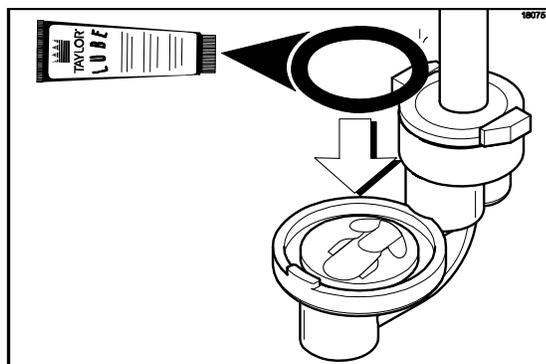

Figura 94
- Lubrique e instale la junta tórica de 1 5/16" en el cuerpo de la válvula. (Vea la figura 94).